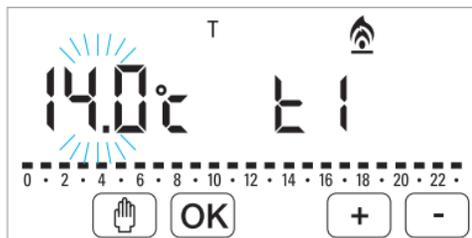

fig. 31
13.3 Premere il tasto touch > fino a posizionarsi sul simbolo della T, toccare il tasto OK per conferma fig.31